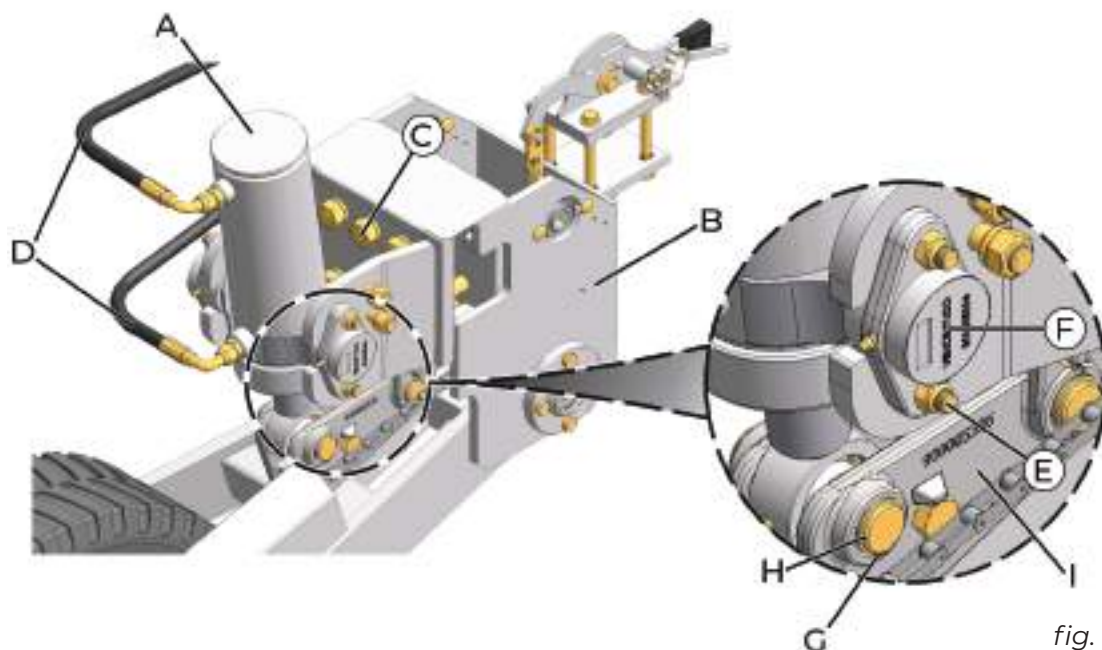

fig. 152
Os cilindros (A) (*fig. 152*) são montados nos suportes (B) do rodado que são aparafusados na estrutura do chassi por meio de parafusos, arruelas e porcas (C).